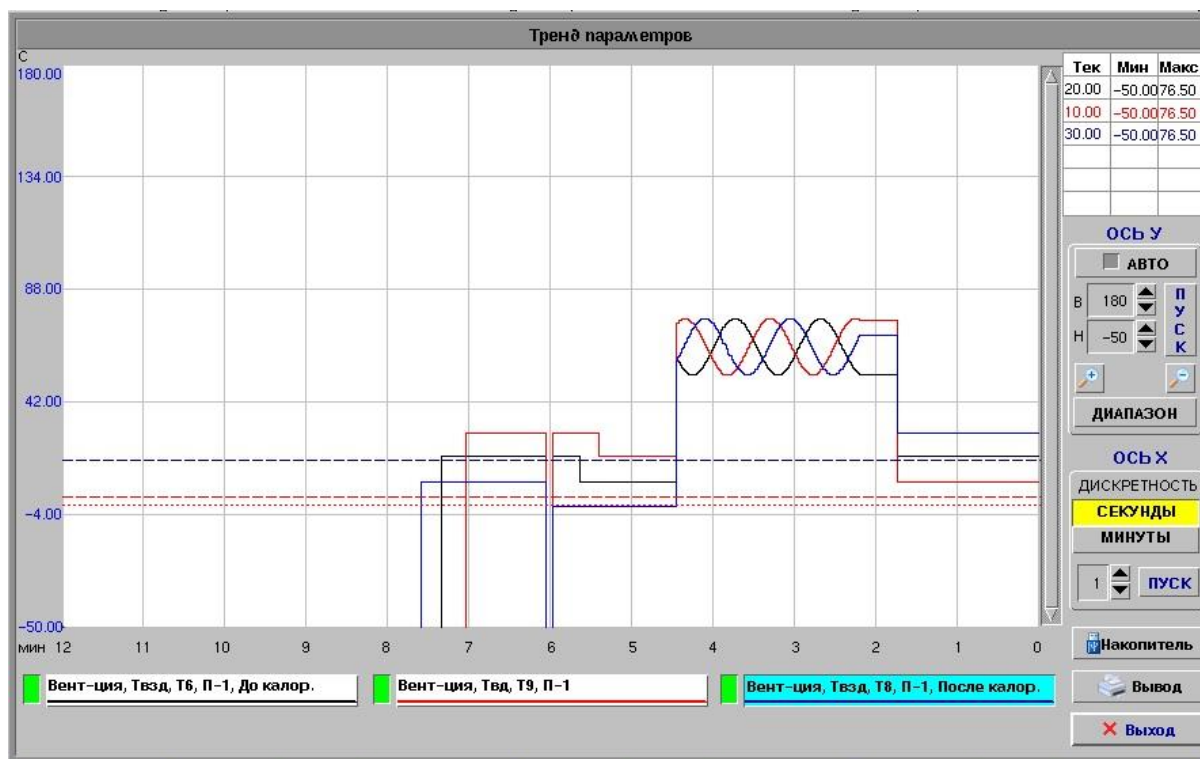

Рисунок 4 - Окно с трендами
7.4.8 На мнемосхеме рядом с символом датчика расположено поле, в котором отображается текущее значение параметра. Для отображения на экране дисплея текущих значений параметров в виде трендов (динамических графиков) необходимо установить курсор манипулятора «мышь» на поле значения требуемого параметра и нажать левую клавишу «мыши». На экране появится окно с изображением тренда выбранного параметра за последние 12 минут (см. рис. 4). Если аналогично выбрать другой параметр данного вида, в окне будет дополнительно отображен тренд данного параметра. В одном окне можно получить до шести трендов параметров. Если на тренде нажать «мышью» на кнопку с названием параметра, то данный параметр будет исключен из тренда.